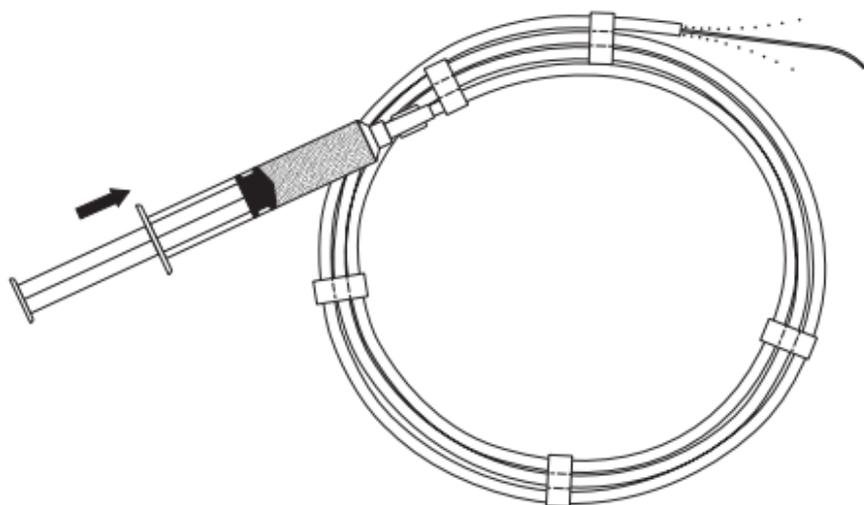

Abb. 1
2. Ausreichend Lösung injizieren, um die Oberfläche des Führungsdrahtes vollständig anzufeuchten. (**Abb. 1**) Auf diese Weise wird die AQ-Beschichtung aktiviert, und die Oberfläche des Führungsdrahtes wird gleitfähig.